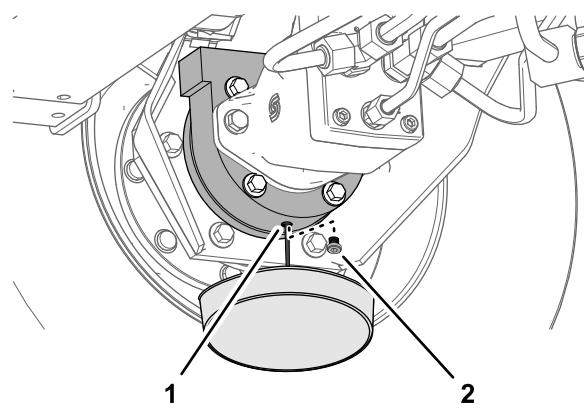

Figura 106
- Coloque o recipiente de escoamento por baixo da estrutura do travão, retire o tampão e deixe o óleo escorrer completamente (Figura 106).